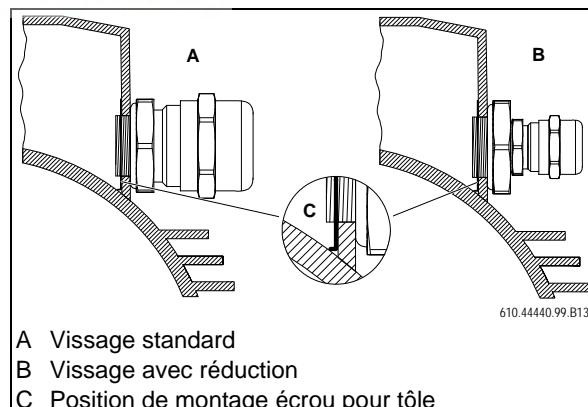

Fig. 12 : Vissages avec écrou pour tôle
- Mettre vissage (nº A Fig. 12, page 19)
- Pour raccord de résistance CPT, visser réducteur (nº B, Fig. 12, page 19).